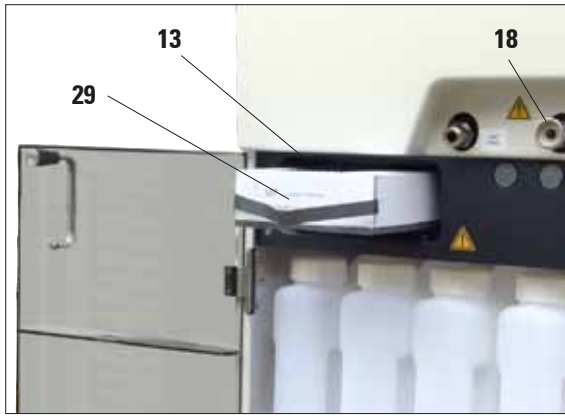

Fig. 5
- Déballez le filtre à charbon actif (13) et le mettez en place. (Voir la fig. 5).
Lors du raccordement à l'orifice d'échappement (fig. 5/6, pos. 18), il faut enclencher le connecteur (pos. 28) du tuyau de sorte qu'il émette un son clairement audible.